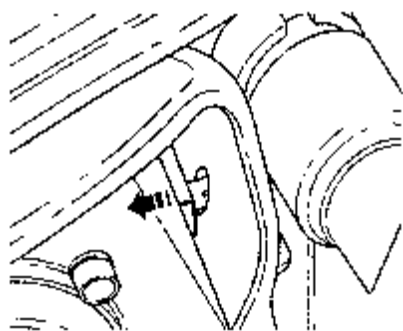

图 11-62 取出反射罩
⑦如图 11-62 所示，从销子紧固中侧面地向外取出反射罩。
⑧小心地向前取出或者旋压转出前大灯。必要时将框架及散热器栅格向侧面挤压以便取